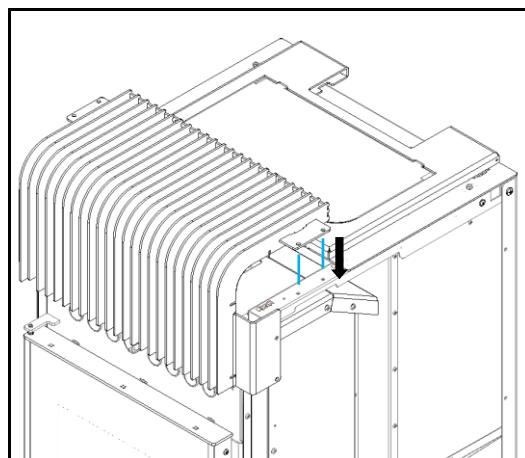

Figura 84 – Encaixe da grelha frontal
b) Encaixar a grelha frontal, fazendo coincidir os furos da grelha com os furos do equipamento (Figura 84).